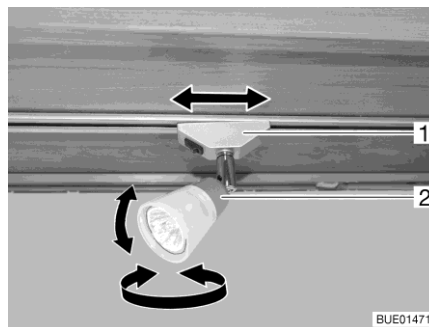

Bild 32 Spotlight
- Vrid spotlightens hus (Bild 32,2) i önskad riktning.
- Vrid fästet (Bild 32,1) med ca 45°.
- Vrid fästet (Bild 32,1) med 90°.